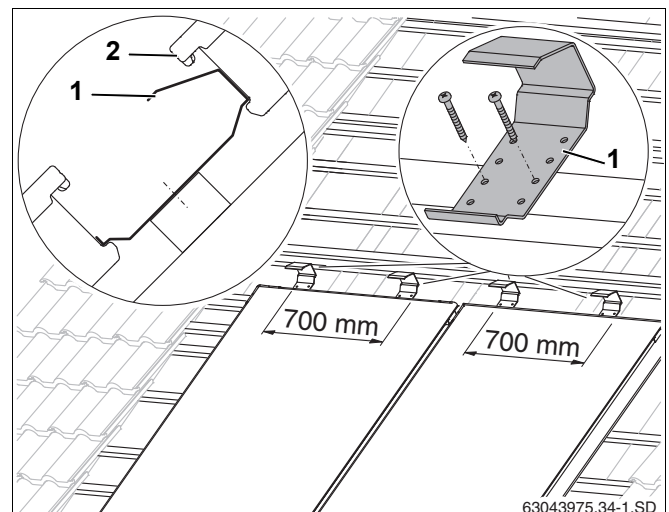

Рис. 31 Крепления от сползания для второго ряда коллекторов
- ▶ Установите два крепления от сползания (рис. 31, **поз. 1**) на коллектор в середине (с расстоянием 700 мм между ними) над нижним коллектором на четвертой дополнительной рейке нижнего ряда и закрепите двумя саморезами 4 x 40.
- ▶ Коллектор верхнего ряда устанавливается (рис. 31, **поз. 2**) в крепления от сползания, затем его нужно выровнять по нижнему ряду.